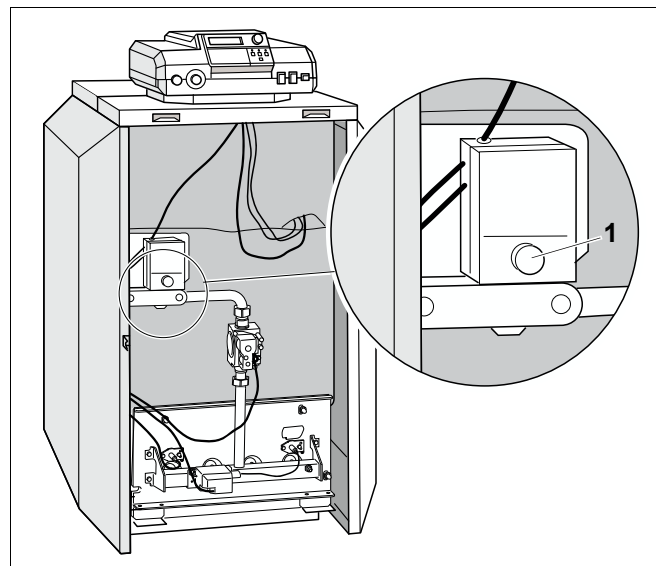

Рис. 29 Кнопка подавления помех/сигнальная лампочка
- Если горит сигнальная лампочка на кнопке подавления помех (рис. 29, **поз. 1**), то нужно нажать кнопку.